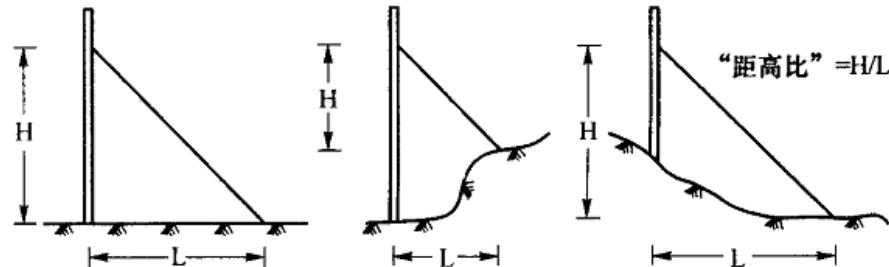

图 5.4.2 拉线的距离比
5.4.2 拉线的距离比通常取1:1,误差为±1/4。见图5.4.2。